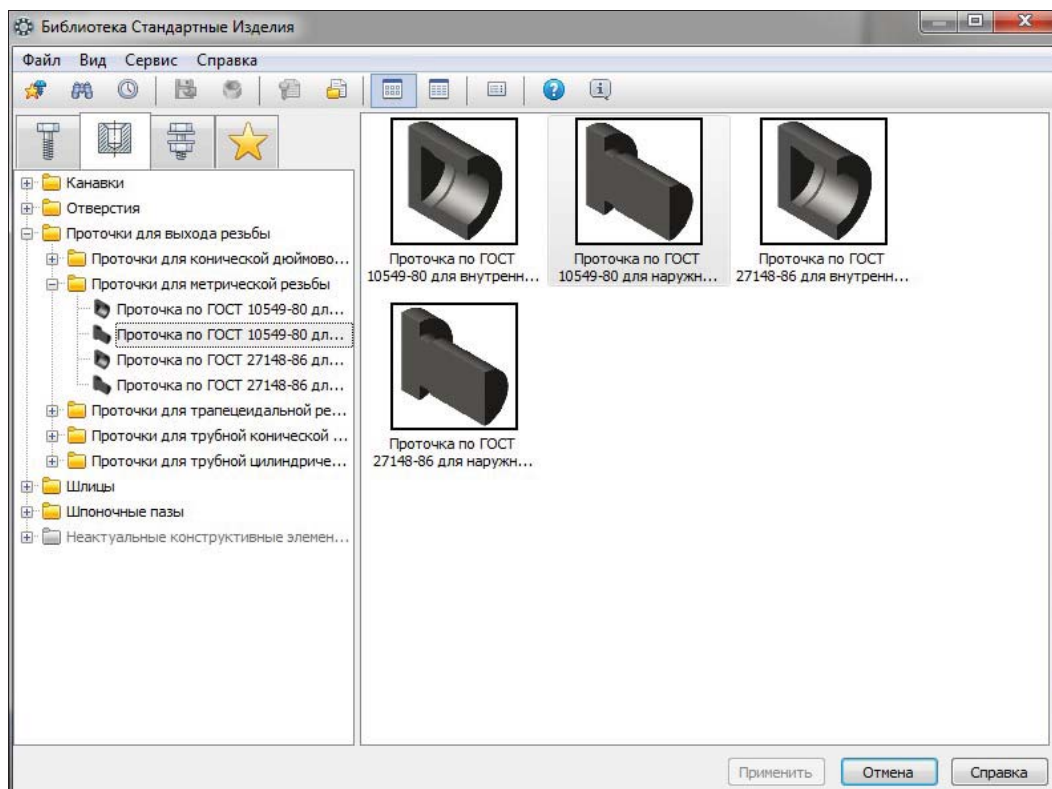

Рис. 30.28. Окно Библиотеки в режиме выбора проточки
- ♦ на этой вкладке щелкните ЛК мыши по разделам **Проточки для выхода резьбы** ► **Проточки для выхода метрической резьбы** (рис. 30.28);